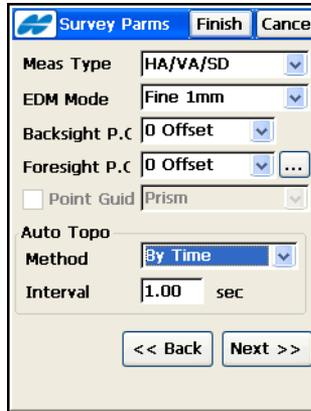

Abbildung 4-76. Aufnahme: zweites Fenster
10. Legen Sie im nächsten Fenster **Aufnahme** die folgenden Parameter fest (Abbildung 4-76 auf Seite 4-63):